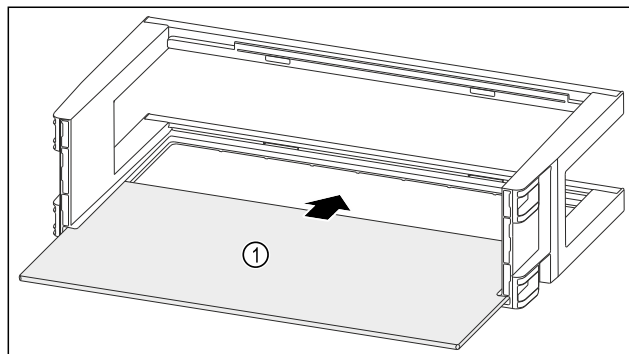

Fig. 93
- Посуньте полицю Fig. 93 (1) у бічні пази.